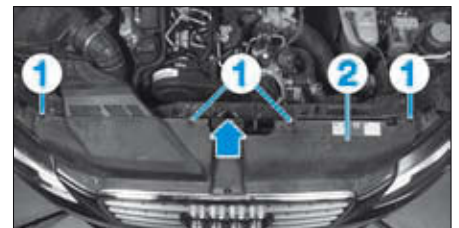

FIG. 6
- les vis (1) de la garniture (2) supérieure du bouclier (Fig.6).
- la garniture supérieure (2) du bouclier,